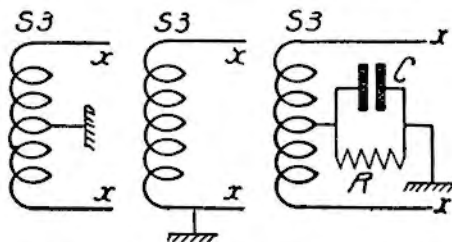

FIG. 5. — Différents aspects du montage du secondaire S₃.
a) Dans le cas (a) de la figure 5 cela entraîne le court-circuit d'une moitié de S₃ et provoque l'arrêt du récepteur sans